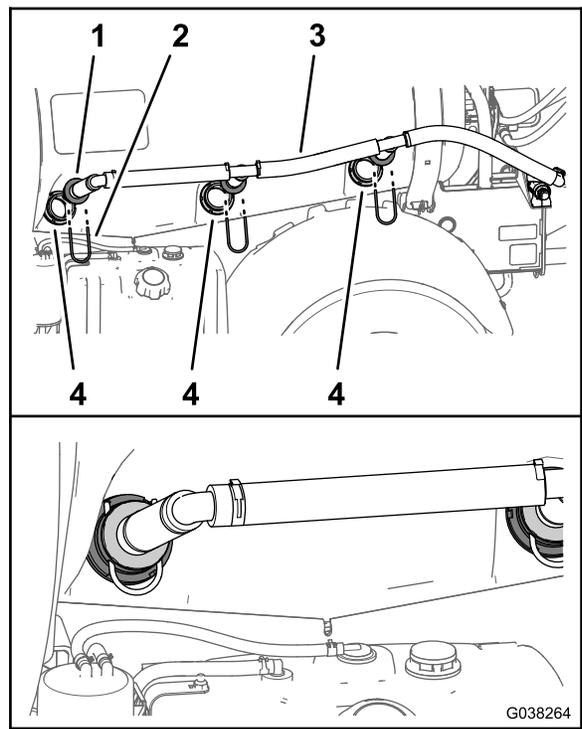

Figure 62
- Fixez les buses d'agitation avec les 3 étriers (Figure 62) que vous avez retirés à l'opération 1 de Dépose des buses d'agitation de la cuve du pulvérisateur (page 13).
- Insérez les 3 buses d'agitation du bloc de buses dans les raccords de traversée de la cuve du pulvérisateur (Figure 62).